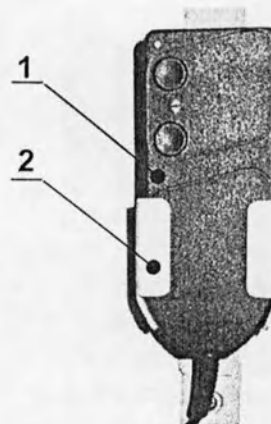

Рис.2.2. Пульт управления перемещением вверх-вниз (1-пульт; 2-удерживающее «седло»).
- Возьмите пульт (рис.2.2, поз.1) в руки, для чего слегка приподнимите его в удерживающем «седле» (рис.2.2, поз.2). Допускается не вынимать пульт из «седла» крепления.
- В случае, если Вы брали пульт в руку, после установки кронштейна на нужной высоте. **Вставьте пульт в удерживающее «седло»** (рис.2.2, поз.2).